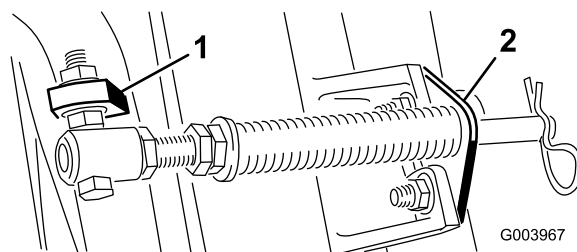
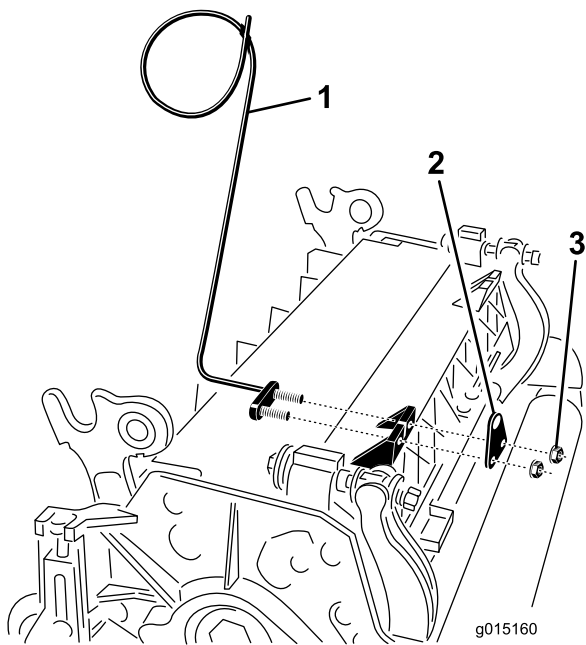

Figura 10
Figura 12
- C. Monte el perno del tubo del muelle a la otra pestaña del bastidor de tiro y fíjelo con la tuerca con arandela prensada. La cabeza del perno debe colocarse en el exterior de la pestaña, según se muestra en Figura 10.
- D. Monte el soporte de la varilla en las pestañas de la unidad de corte con los pernos de cuello cuadrado y las tuercas (Figura 10). Asimismo, en la unidad de corte N° 4 (delantera izquierda), monte la guía de manguitos de la izquierda en la parte delantera de las pestañas de la unidad de corte al reinstalar el soporte de la varilla (Figura 12).